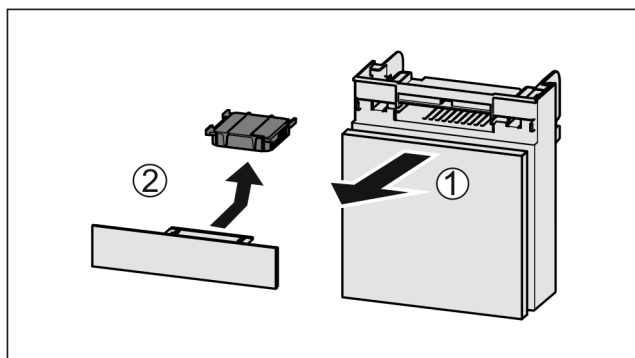

Fig. 136
- Fach nach vorne herausziehen Fig. 136 (1).
- Aktivkohlefilter entnehmen Fig. 136 (2).